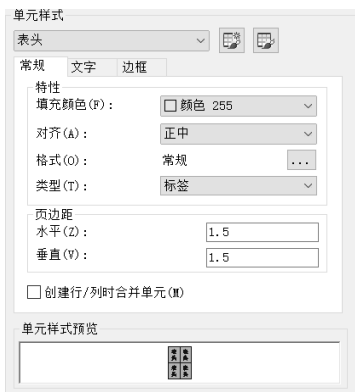
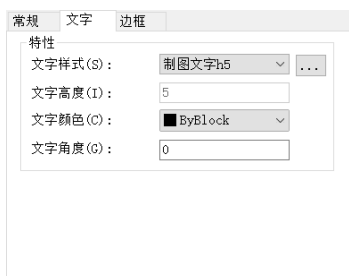
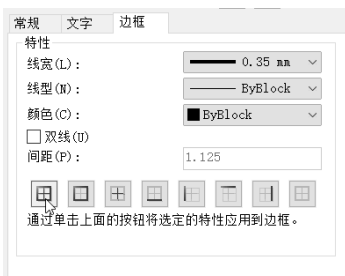

图 7-24 设置表头的常规设置
图 7-25 设置表头的文字特性
图 7-26 表头的边框特性设置
⑥ 在“单元样式”选项组的下拉列表框中选择“表头”，并在“常规”选项卡进行图 7-24 所示的常规设置。接着在“文字”选项卡中进行图 7-25 所示的文字特性设置，以及在“边框”选项卡中进行图 7-26 所示的边框特性设置。